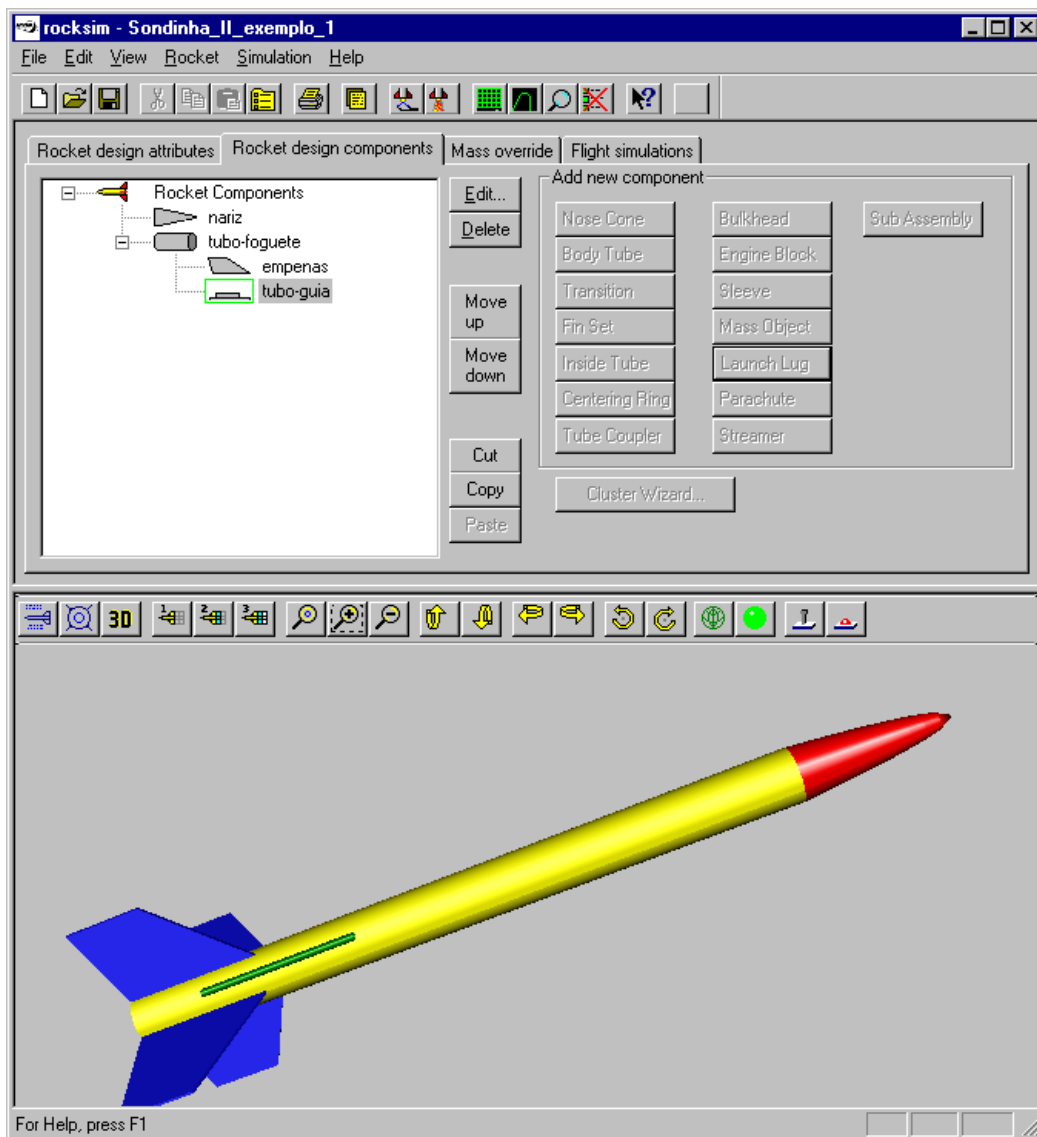

Figura 10. Vista tridimensional do minifoguete do exemplo 1.
13) Clicando-se no botão chamado “3D”, obtém-se uma figura tridimensional do minifoguete. O ponto-de-vista pode ser manipulado com os diversos botões do lado direito do botão “3D”. Um exemplo é mostrado na Figura 10.